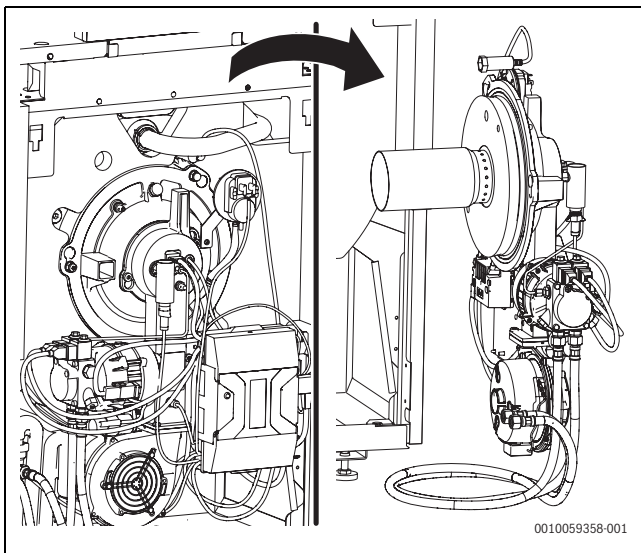

Bild 75 Brenner komplett in Serviceposition 1
- ▶ Brenner komplett herausnehmen und in Serviceposition einhängen (→ Bild 75).